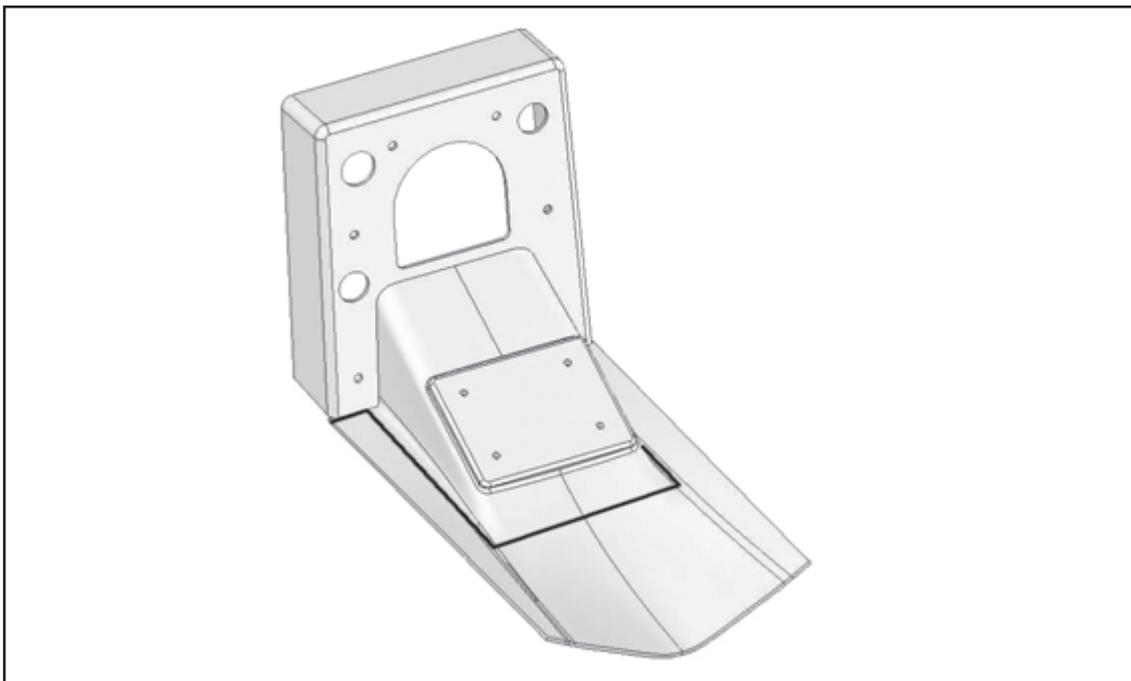

Рис. 1.2.2.1-2
2. Край формы-опоры для монтажа следует обрезать в соответствии с формой кормы отливной формы судна. В парных установках это значит, что обрезка должна выполняться как показано на рис. 1.2.2.1-3, если корма не вертикальная.